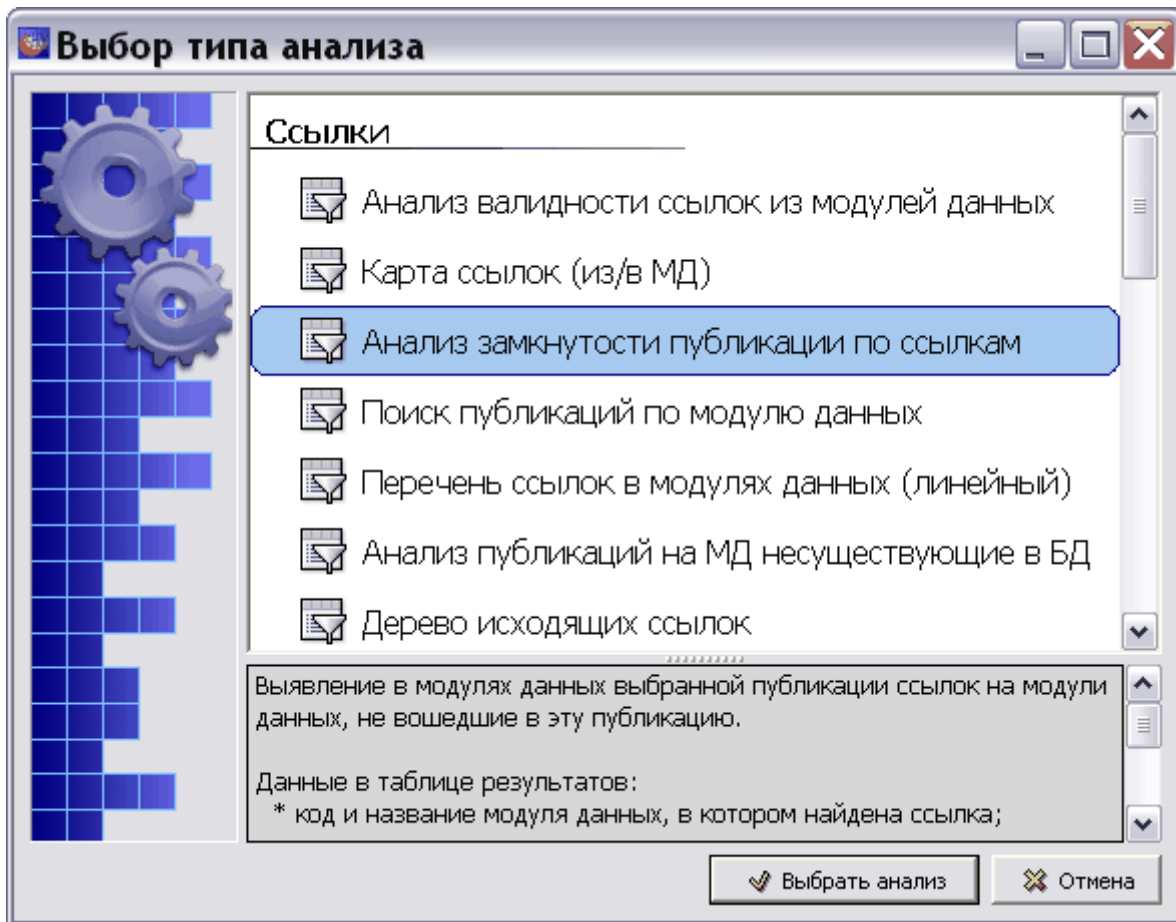

Рис. 21.94
1. В окне **Выбор типа анализа** выберите тип анализа «Анализ замкнутости публикации по ссылкам» (Рис. 21.94).